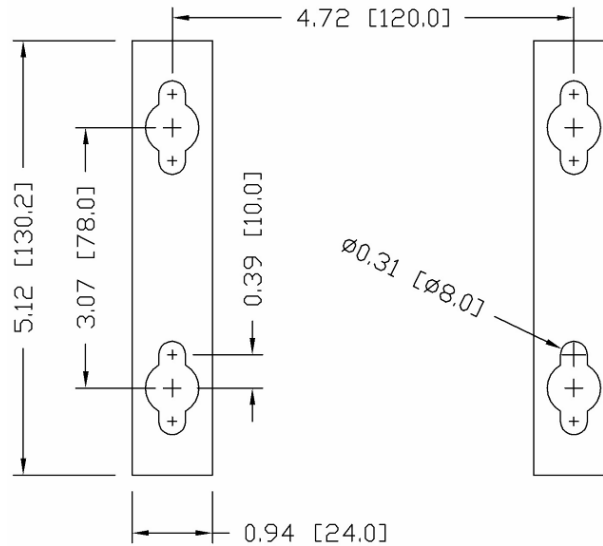

Figure 3-13: Modèle des trous de montage avec support mural
3. Marquez un repère pour la position des trous de montage sur la surface verticale selon les dimensions indiquées à la Figure 3-13 ou en maintenant le terminal contre la surface et en marquant les trous pour les supports. Les dimensions sont fournies en pouces et en [mm].